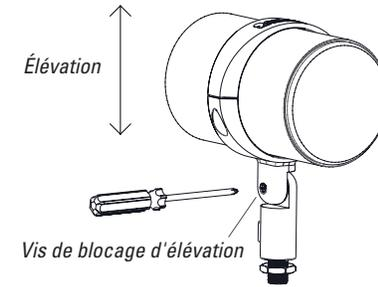

Figure 4
5. Utilisez un tournevis Philips (non fourni) pour dévisser la vis de verrouillage d'élévation (voir la figure 4), orientez l'enceinte vers l'angle d'élévation désiré et serrez la vis de blocage à la main. **NE SERREZ PAS EXCESSIVEMENT.**